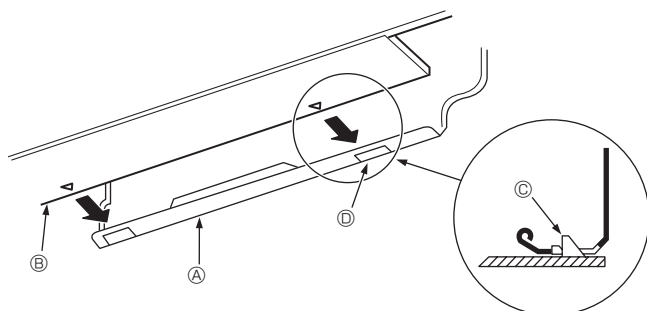

Fig. 3-15
3. Lors de l'insertion du tuyau de réfrigérant et le tuyau d'écoulement dans l'orifice mural d'insertion (manchette de pénétration), accrocher la partie supérieure de l'appareil intérieur sur la planche d'installation ①.
5. Fixer en poussant la partie inférieure de l'appareil intérieur sur la planche d'installation ①. (Fig. 3-15)
- * Vérifier que les boutons en bas de l'appareil intérieur sont correctement maintenus sur la planche d'installation ①.
- ① Planche d'installation
- ② Appareil intérieur
- ③ Crochet
- ④ Orifice carré